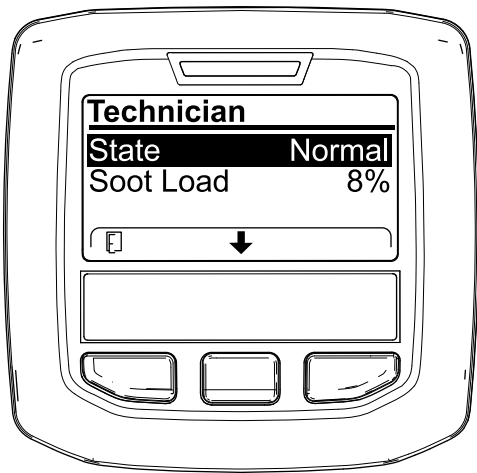

Figure 34
- Reportez-vous au tableau de fonctionnement du FAP pour comprendre l'état actuel de fonctionnement du FAP (Figure 34).